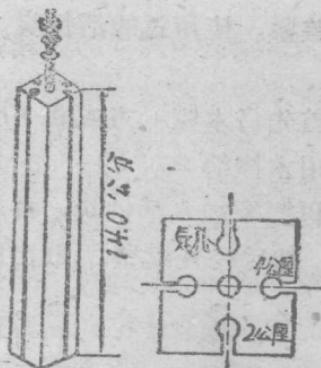

图 2
① 炭精棒浸腊的目的，是为了防止电解液对正极导电銅柱的侵蝕。浸腊方法可参照武汉电池的工艺規程。
② 电解液的配制方法：因为氯化鋅加水放出大量热，应先溶解氯化銨，然后再加氯化鋅，可以保証电解液的質量。
白蜡中，使其表面浸透白蜡①。这种空气电池精棒，市上可以买到，也可以使用旧的甲級电池中的炭棒，自己用刀子掏四条垂直的槽，再使其表面浸透白蜡即成（見图 2）。